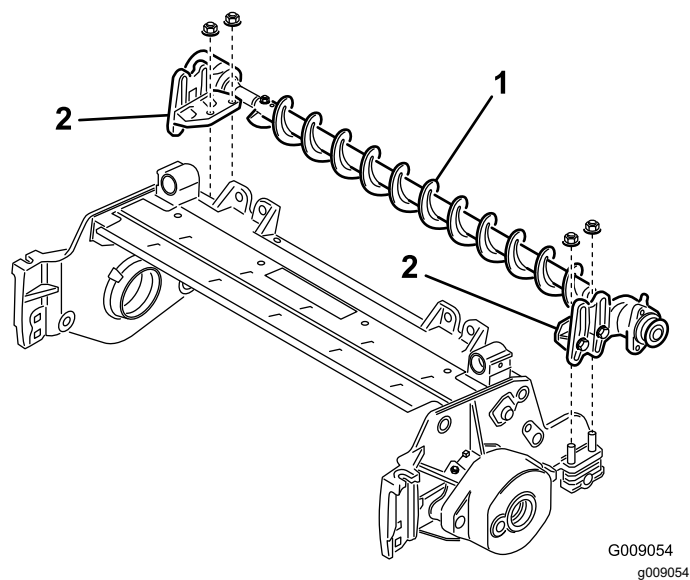

Figure 8
8. Placez les supports de montage de la brosse de rouleur sur les boulons des supports (Figure 8). Fixez les supports de montage de la brosse aux plaques latérales de l'unité de coupe avec les écrous retirés précédemment.